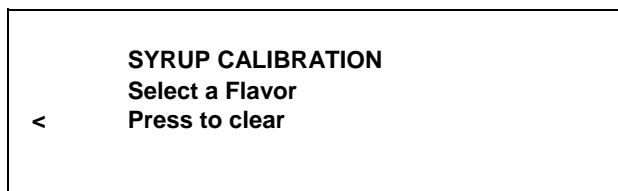

Figura 45
3. Pressione o símbolo CALIBRAR  para entrar no modo calibrar cobertura. (Veja a Figura 45.)